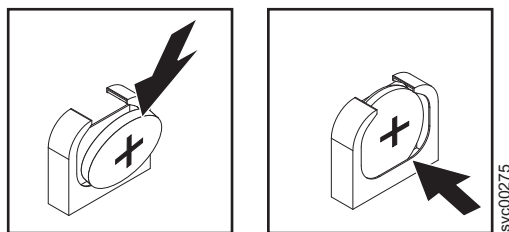

図 194. SAN ポリシステム・コントローラー 2145-CG8 または 2145-CF8 CMOS バッテリー・ホルダー
- b. バッテリーを、所定の位置にカチッと音を立てて収まるまで、横方向に押してソケットにはめ込みます。図 194 に示すように、バッテリー・クリップがバッテリーを確実に保持するようにします。